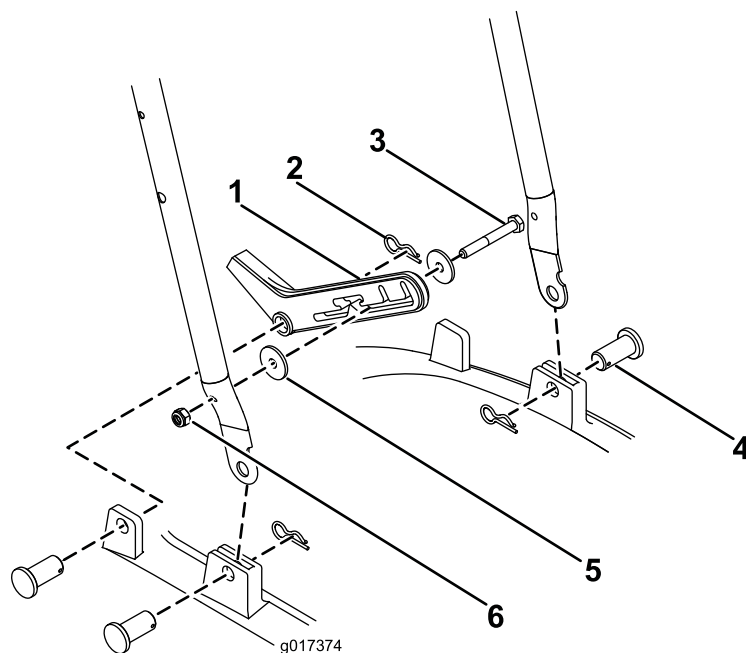

Figure 3
1. Insérez la partie inférieure du guidon dans le cadre (Figure 3).
2. Fixez chaque côté avec une goupille de retenue et une goupille fendue (Figure 3).
3. Fixez la butée de pied sur le côté droit de la partie inférieure du guidon avec un écrou M6 et un boulon M6, et 2 rondelles (Figure 3).
- Fixez la butée de pied au cadre avec une goupille de retenue et une goupille fendue (Figure 3).